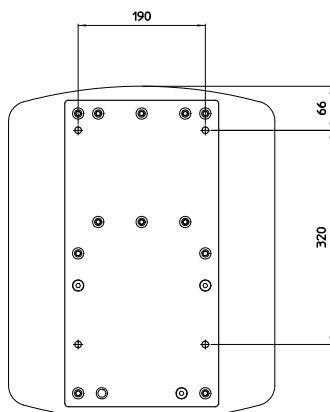

Abb. 2: Rückseitige Stahlplatte zur Befestigung an der Wand
- ✓ Bestimmen und identifizieren der Stelle für die 4 Löcher auf der Wand, laut Schema bei *Abb. 2*;